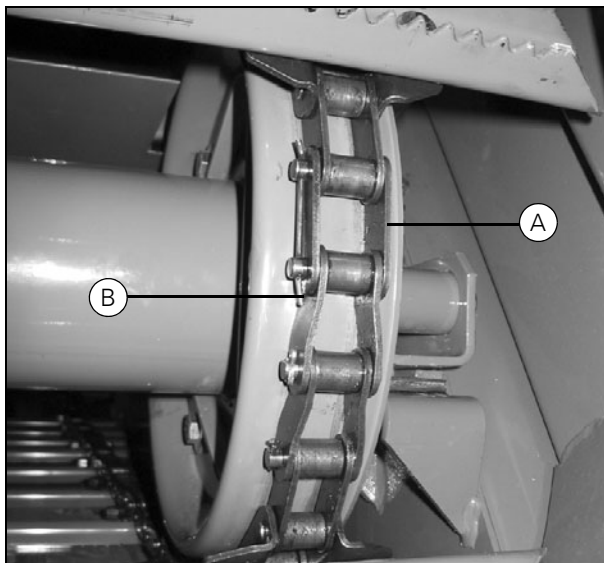

Рисунок 15
- При установке цепи необходимо следить за тем, чтобы торцы контровочной проволоки или штифта были направлены в сторону от направляющего ролика (А) (Рис. 15). Кроме того, максимальный люфт в поперечном направлении в соединительных звеньях (В) должен составлять 1,2 мм. Если люфт больше указанного значения, отрегулируйте его, установив шайбы под контровочную проволоку или штифт.